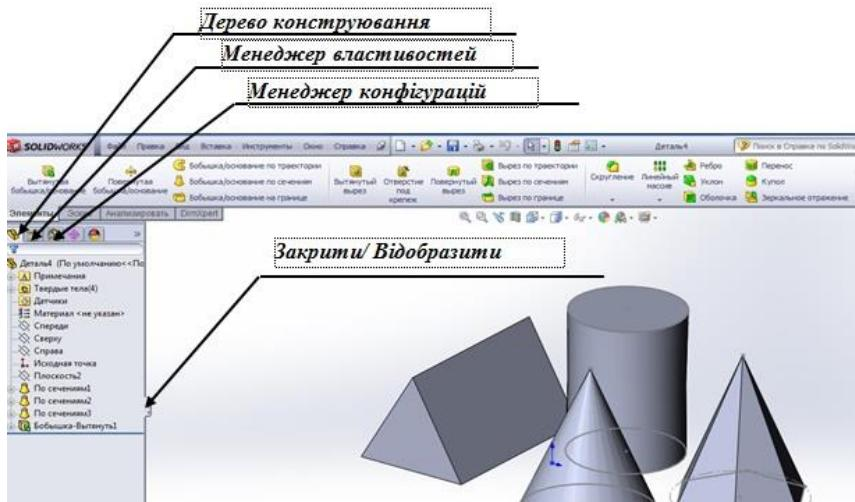

Рис. 1.10
**Дерево конструювання** – унікальна частина програми **SolidWorks**, у якому відображаються всі елементи деталі або складального креслення. По мірі створення окремих елементів, всі вони відтворюються у **Дереві конструювання**. У результаті – **Дерево конструювання** відображає хронологічну послідовність всіх етапів моделювання і дозволяє коригування будь-якого із етапів (рис.1.10).